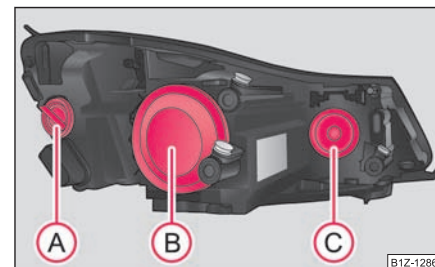

Fig. 241 Farurile din față:
Poziția becurilor în farurile din față ⇒ fig. 241.
- Scoateți capacul de protecție (B) ⇒ pagina 259, fig. 241.
- Scoateți capacul de protecție (C) ⇒ pagina 259, fig. 241.